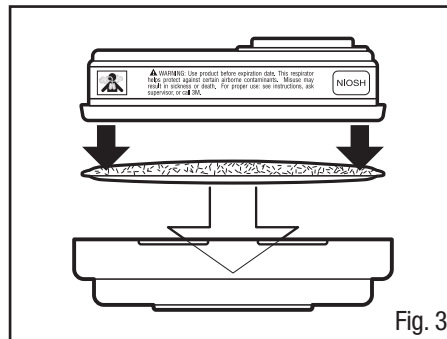

Fig. 3
2. Enfoncez la cartouche dans le dispositif de retenue de filtre. S'assurer qu'elle est parfaitement insérée dans le dispositif de retenue. Lorsqu'il est parfaitement inséré, le filtre couvre entièrement la surface de la cartouche (Fig. 3).